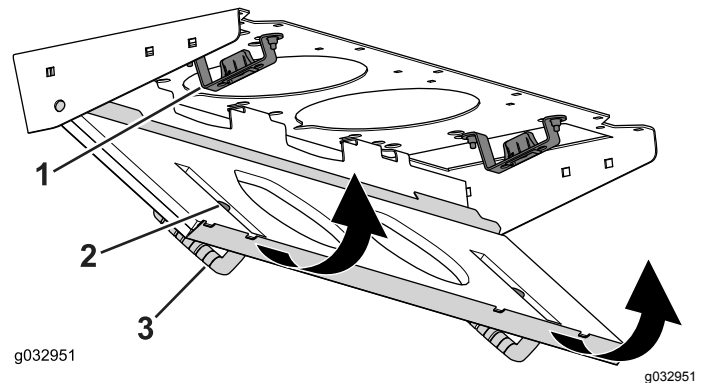

Figura 147
- 4. Ruotate lo schermo del filtro attorno alle alette fino a quando il fermo non si blocca nel gruppo del supporto del fermo (Figura 147).